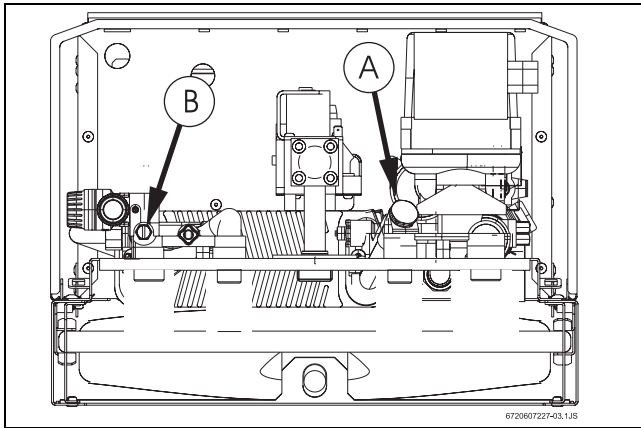

Рис. 26
- ▶ Відкрутити кришку (див. Рис. 26, поз. А).
- ▶ Відгвинтити гвинт-заглушку зливного отвору (див. Рис. 26, поз.В).